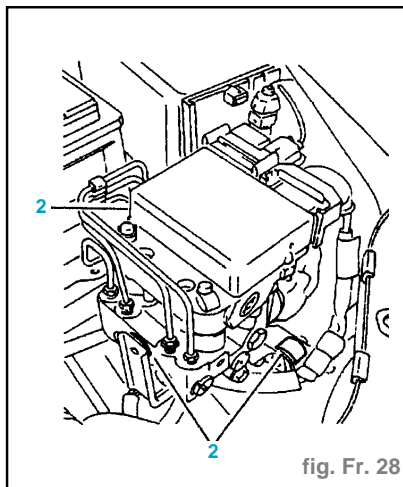

fig. Fr. 28
- Veiller au positionnement correct des butées élastiques (2) (fig. Fr. 28).